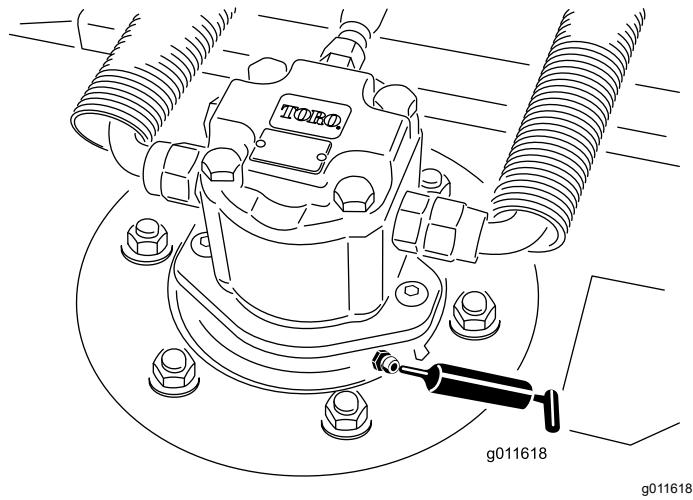

Bild 10
- Spindelwellenlager der Schneideeinheit (2 pro Schneideeinheit)—Bild 10